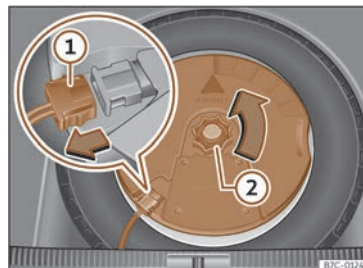

Fig. 212 Al maleter: desmuntar el subwoofer.
- Desconnecteu el cable de l'altaveu *subwoofer*»» fig. 212 ①.
- Gireu la rodeta de fixació en sentit contrari a les agulles del rellotge»» fig. 212 ②.